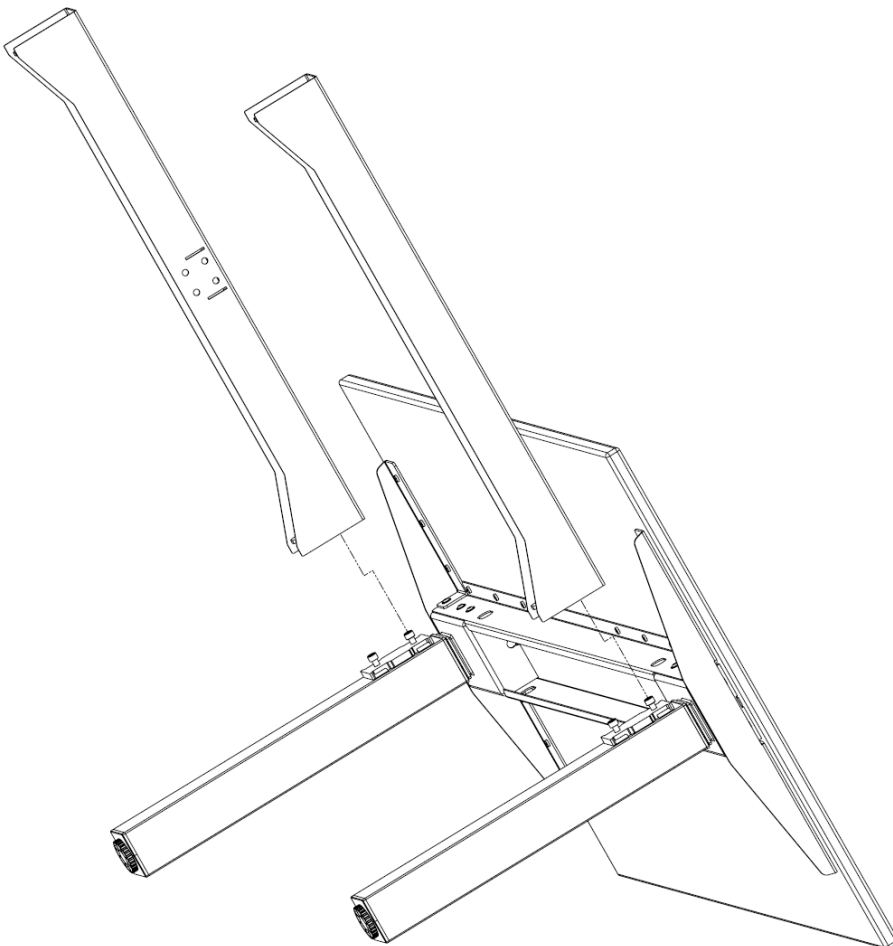

Abbildung 28 Vormontage der Verbinder Bench
- ➔ Zur Vormontage des Verbinders Bench legen Sie den Tisch zur Seite, wie in Abbildung 28 abgebildet. Verwenden Sie zum Schutz vor Verkratzen eine weiche Unterlage.